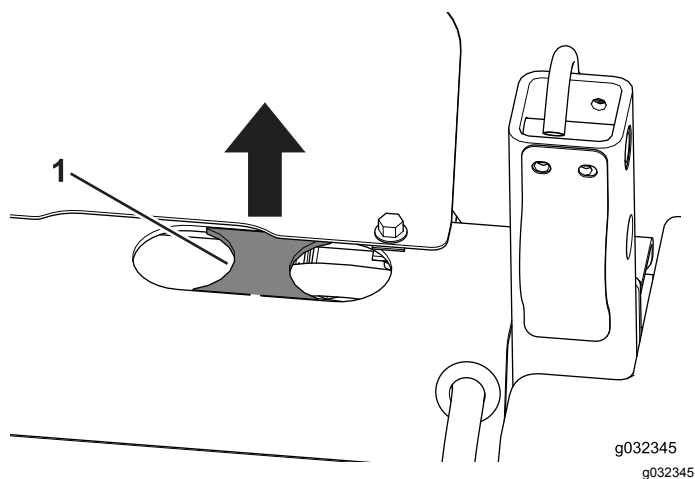

Figure 15
2. Si elle est présente, enlevez la partie prédécoupée entre les 2 trous (Figure 15).